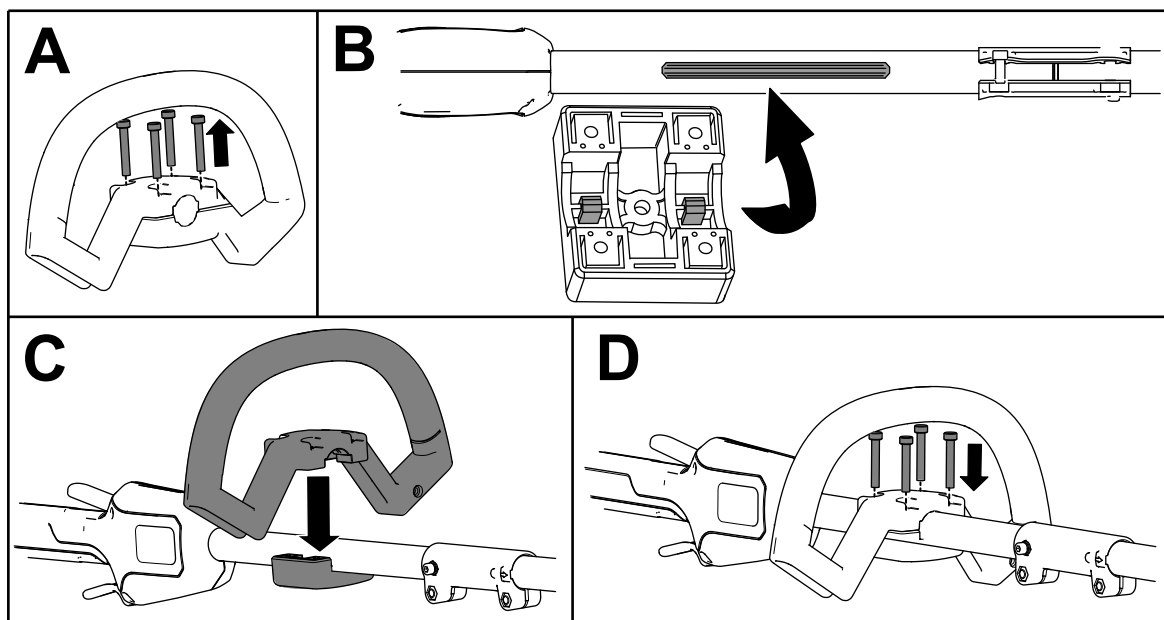

Figura 4
1. Separate l'impugnatura ausiliaria dalla piastra dell'impugnatura rimuovendo le 4 viti a esagono incassato utilizzando la chiave a brugola in dotazione (A della Figura 4).
2. Allineate le guide nella piastra dell'impugnatura ausiliaria alla guida sulla parte inferiore dell'albero del decespugliatore (B della Figura 4).
3. Allineate l'impugnatura ausiliaria alla piastra dell'impugnatura ausiliaria sull'albero del decespugliatore (C della Figura 4).
4. Fissate l'impugnatura ausiliaria alla piastra dell'impugnatura con le 4 viti a esagono incassato rimosse in precedenza (D della Figura 4).
3. Fissate la protezione sulla base del decespugliatore con le 2 viti a esagono incassato, 2 rondelle e 2 distanziali rimossi in precedenza (C della Figura 4).